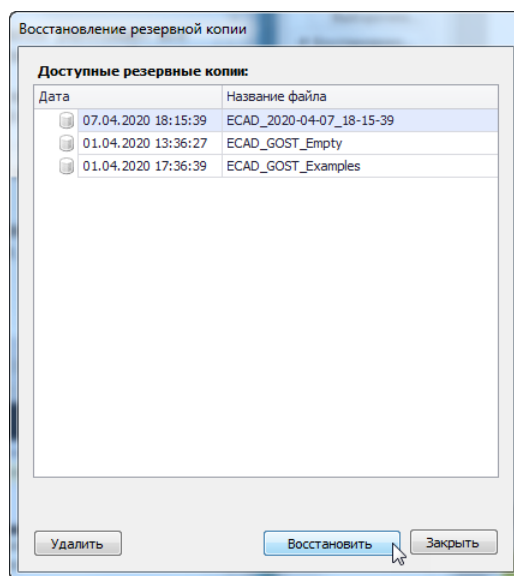

Рис. 78 Выбор резервной копии
- В окне «Восстановление резервной копии» выберите подлежащую восстановлению копию базы данных и затем нажмите «Восстановить», см. Рис. 78.